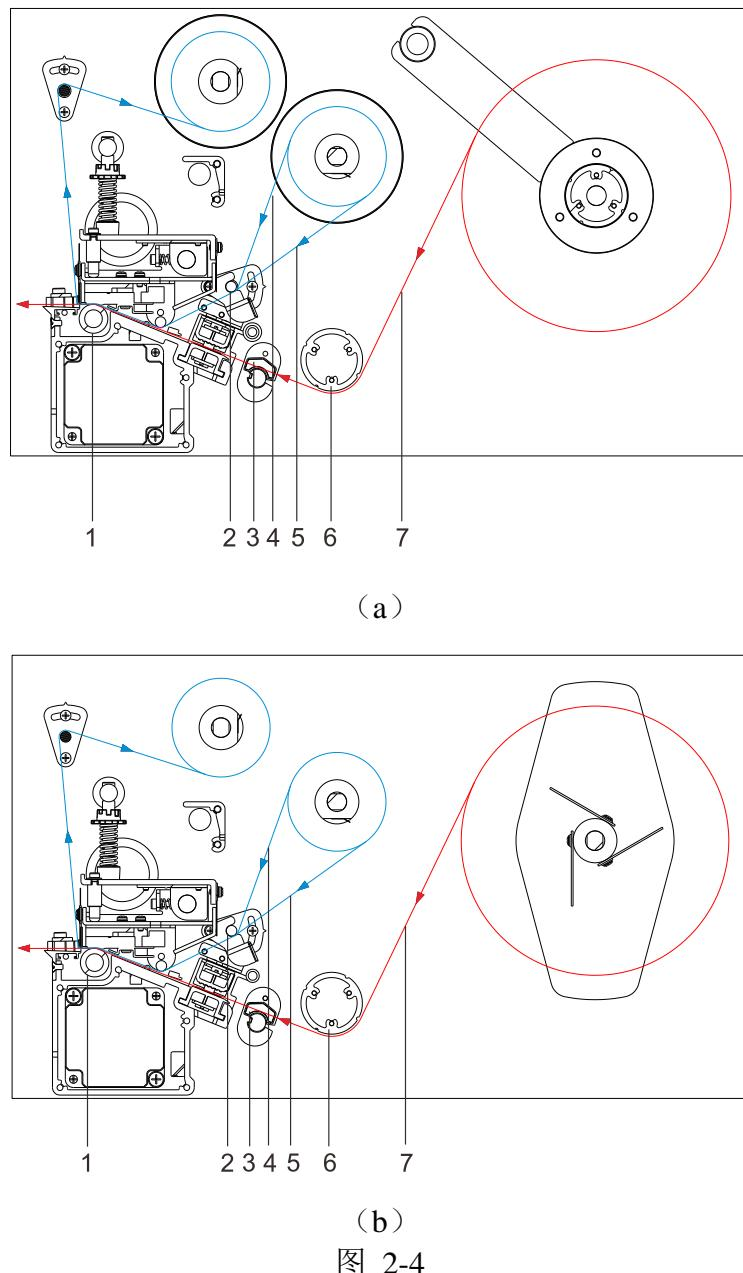

图 2-4
打印机的耗材安装路径图，如图 2-4 (a) (b) 所示，相关部件说明见表 2-4。
4. 按照图 2-4 (a) (b) 所示的碳带路径, 使碳带从碳带导向轴下方穿过, 从打印模组下方穿出, 如图 2-8 (a) (b) 所示。
2. 按照图 2-4 (a) (b) 所示的标签纸路径将标签依次穿过纸张导向杆下方、纸张探测器模组中间，然后从打印头下方穿出，如图 2-13 (a) (b) 所示。